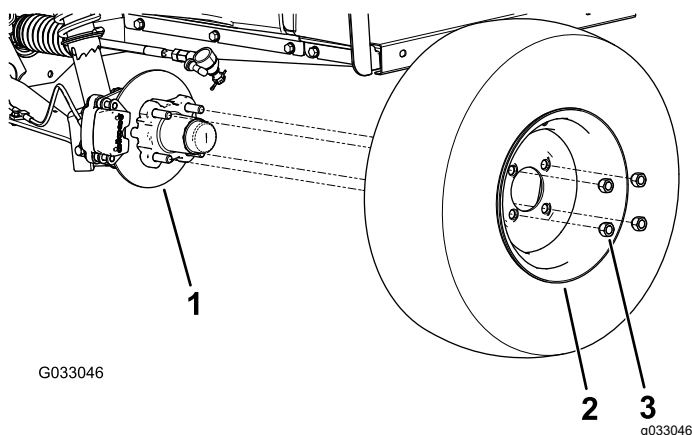

Figura 32
2. Retire las 4 tuercas que sujetan la rueda al cubo (Figura 32).
4. Alinee los taladros de la rueda con los espárragos del cubo y monte la rueda en el cubo con la válvula hacia fuera (Figura 32).
5. Sujete la rueda al cubo usando las tuercas de rueda (Figura 32).